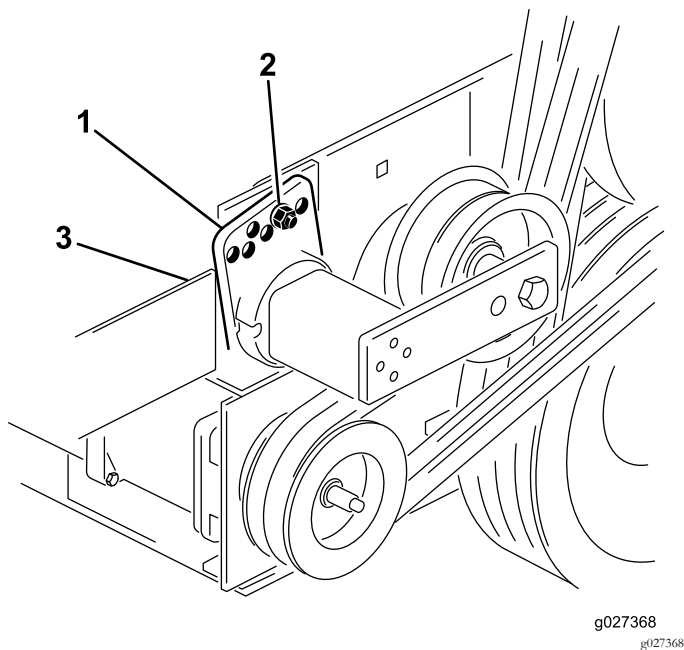

图14
3. 卸下将张紧器导板固定到驱动安装座的螺栓和螺母以放松皮带的张紧度 图14。